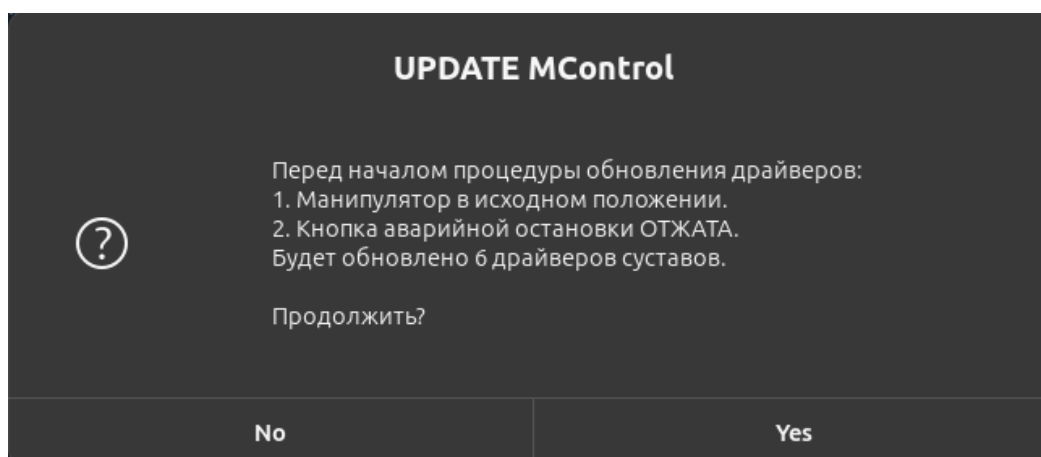

Рисунок II-73 – Предупреждение
- «Gadget», «Driver» – отобразится предупреждение «Перед началом процедуры обновления драйверов: 1) Манипулятор в исходном положении. 2) Кнопка аварийной остановки ОТЖАТА. Будет обновлено ... драйверов суставов. Продолжить?» (см. Рисунок II-73);